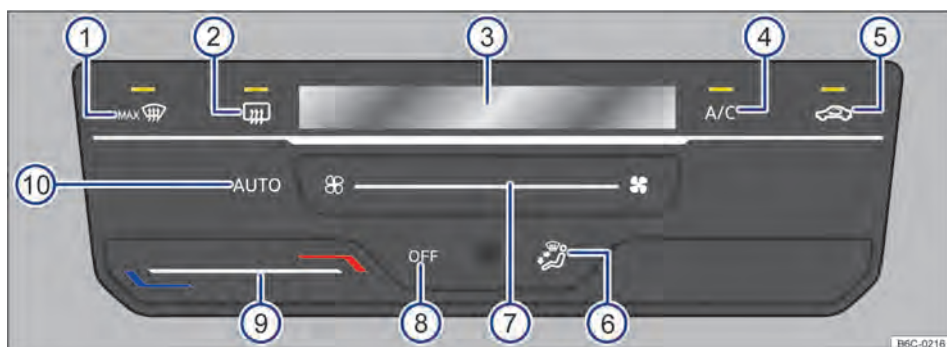

Fig. 88 Comandos do Climatronic.
- *Climatronic*: girar o regulador do ventilador para a esquerda até o batente → Fig. 88 (7).
Com o botão  → Fig. 88 (6) é possível ligar o modo automático do Climatronic.
mático se desliga quando a ventilação é alterada manualmente ou com a alteração da distribuição de ar através do botão → Fig. 88 (4) pressionar.
- *Climatronic*: tocar na superfície de função → Fig. 88 (9).
No display do Climatronic → Fig. 88 (8) é indicada a temperatura ajustada.
- *Climatronic*: tocar na superfície de função → Fig. 88 (7).
- *Climatronic*: pressionar o botão → Fig. 88 (4) para posição desejada, a distribuição selecionada será indicada no display (8).
- *Climatronic*: pressionar o botão  → Fig. 88 (1).